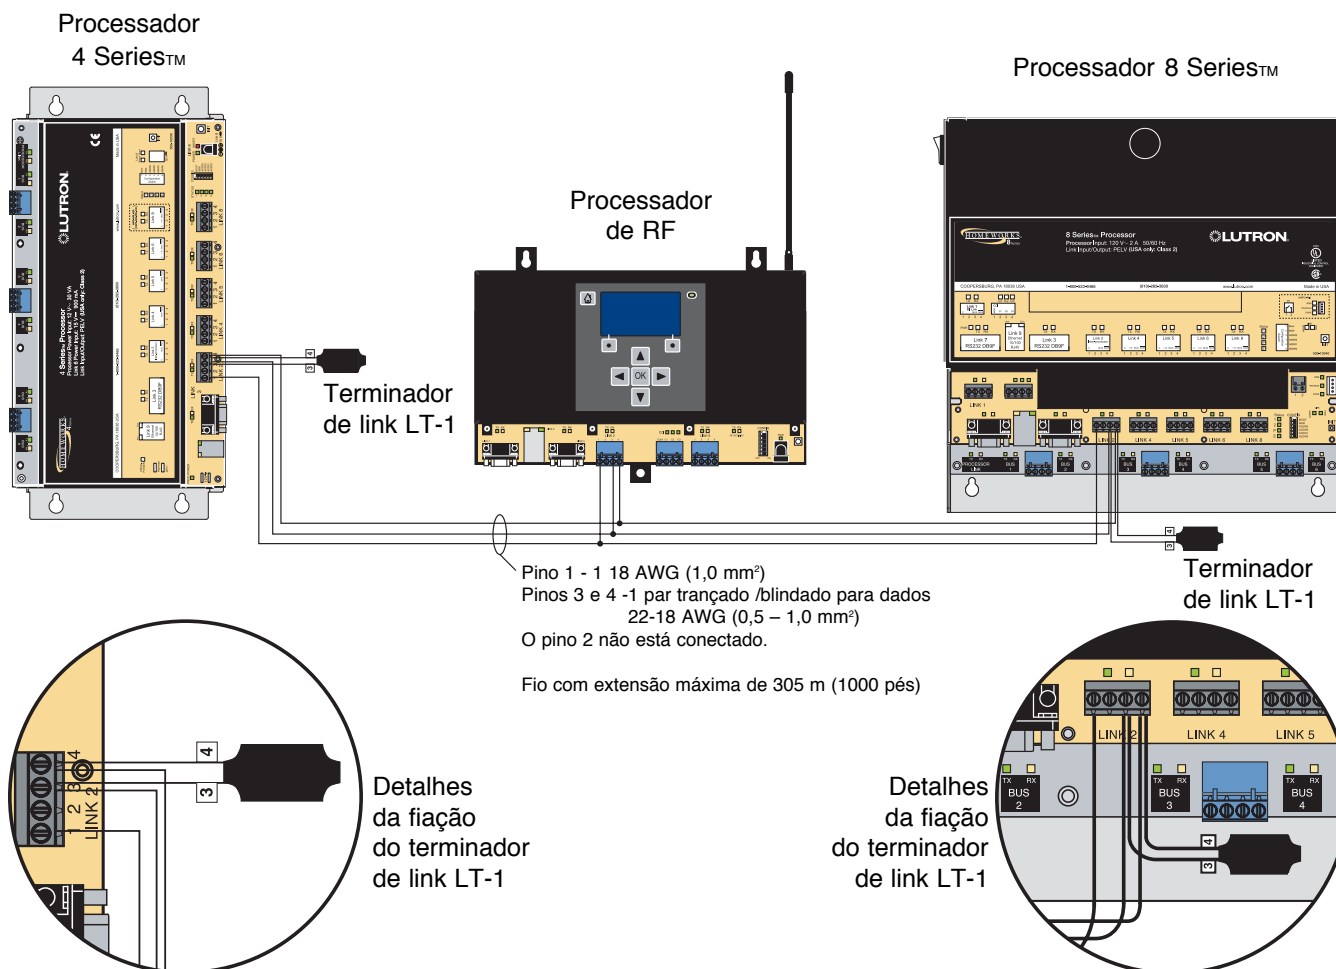

Figura 5 - Processadores HomeWorks® configurados em série (Daisy chain)
5. **Conecte os links do hub de dimmer:** Apenas para os modelos H4P5-H48-120 e H4P5-H48-HRL-120, um feixe de fios interno conecta o link 4 ao hub de dimmer instalado de fábrica. Se placas HWI-H48 adicionais forem controladas pelo processador, o link de comunicação a essas placas deve ser conectado ao bloco de terminal do link 4. Não conecte o terminal 2 a um HWI-H48. Se o link H48/Q96 tiver uma extensão de cabo de 15 metros (50 pés) ou mais, devem ser instalados terminadores de link LT-1 entre MUX e MUX (terminais 3 e 4) em ambas as extremidades do link. Consulte as instruções do HWI-H48 (consulte também a figura 5, página 16).
6. **Conecte o link Interprocessador (somente instalações múltiplas de processador):** O link interprocessador é usado para a comunicação entre os processadores *HomeWorks*. Conecte a fiação de controle ao link interprocessador (link 2), se necessário. Não conecte o terminal 2 (consulte a figura 5, na página 16). Se este processador for o primeiro ou o último processador na configuração em série (daisy chain), acople um dos terminadores de link LT-1 fornecidos entre MUX e MUX (terminais 3 e 4—consulte a figura 5, página 15). Se os terminadores LT-1 não estiverem disponíveis, pode ser colocado um resistor 1/2 W entre 100 e 150 Ohms entre os terminais 3 e 4 para fornecer conexão.